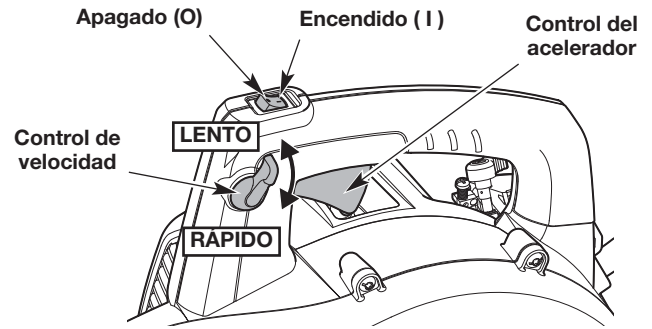

Fig. 3
NOTA: No es necesario encender la unidad. El interruptor de encendido/apagado está en la posición ENCENDIDO (1) en todo momento (Fig. 3).
4. Mueva el control de crucero a la posición **LENTO** (Fig. 3).
NOTA: Mantenga el control de crucero en posición **LENTO** y **NO** presione el control del acelerador hasta el paso 9 (Fig. 3).
8. **NO** apriete el control del acelerador. Ponga el motor en una marcha lenta durante 5 a 10 segundos. Si la unidad se detiene durante ese período, oprima y mantenga oprimido el control del acelerador o mueva el control de crucero a la posición **RÁPIDO** (Fig. 3) y tire de la cuerda de arranque con un movimiento controlado y firme hasta que la unidad se ponga en marcha.
9. Apriete y mantenga oprimido el control del acelerador o mueva el control de crucero a la posición **RÁPIDO** (Fig. 3). Deje que el motor se caliente durante 30 a 60 segundos.
2. Oprima y mantenga apretado el interruptor de encendido/apagado en la posición **APAGADO (0)** hasta que el motor se pare por completo (Fig. 3).
- Use el control de velocidad para facilitar la operación continua (Fig. 3).